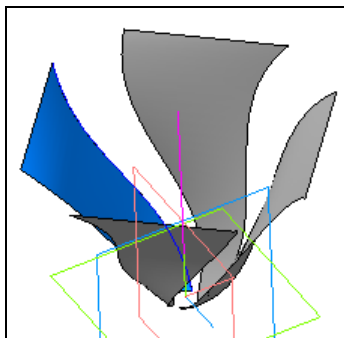

Рис. 8.25. Создание массива линейчатой поверхности
- ◆ вызовите команду **Массив по концентрической сетке** и создайте массив Линейчатой поверхности 1 относительно Эскиза 1 (рис. 8.25);